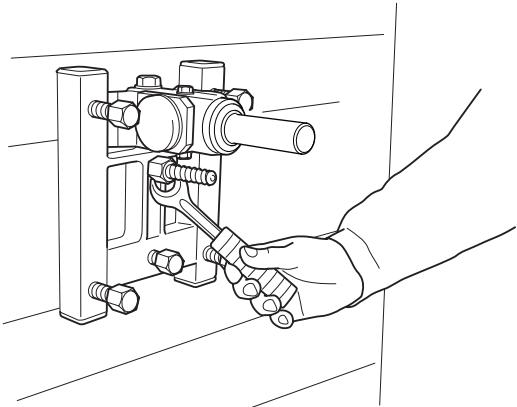

Fig.8
1. Perforar un agujero (15 mm) en la pared y golpear el tornillo de expansión. Atornillar la placa base GB 40 AT con una llave de 24 mm (fig.8).
1. Drill a hole (15 mm) in the wall and knock in the expander bolt. Bolt down the base plate GB 40 AT, use a 24 mm spanner (Fig.8).